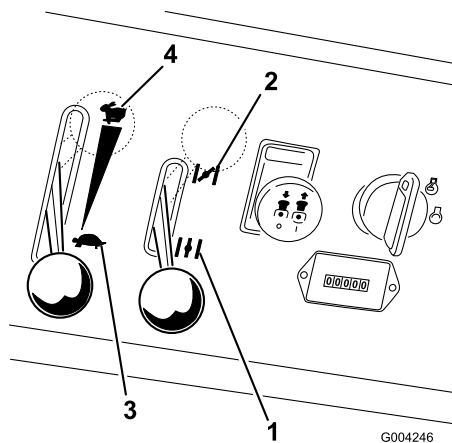

Figura 11
4. Si el motor está frío, mueva el control del estárter a la posición **arranque** antes de arrancarlo (Figura 11).
5. Si el motor está frío, mueva el control del acelerador a la posición **rápido** antes de arrancarlo (Figura 11).
7. Después de que el motor arranque, abra el estárter (Figura 11). Si el motor se cala o funciona irregularmente, vuelva a colocar el estárter en Cerrado durante unos segundos, luego mueva la palanca del acelerador al ajuste deseado. Repita este procedimiento tantas veces como sea necesario.
2. Ponga la palanca del acelerador en un punto intermedio entre las posiciones lento y rápido (Figura 11).